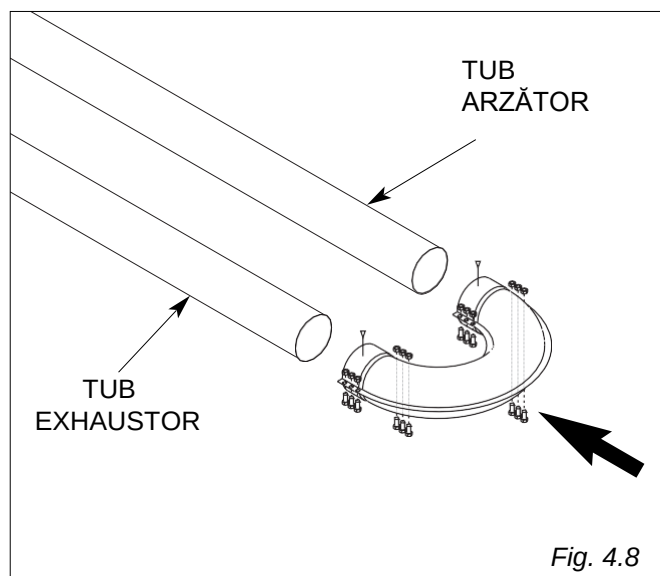

Fig. 4.8
- introduceți cotelul și fixați-l cu șuruburile furnizate, asigurați cotelul cu 2 șuruburi autoforante (unul pe tub), așa cum se arată în fig. 4.8.